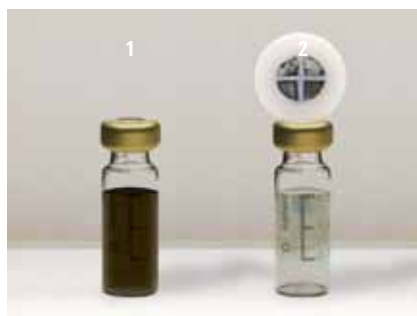

Рис. 2. Фильтрация раствора саженепополненного полиэтилена: 1 — без фильтрования, 2 — после фильтрования с использованием стекловолоконного фильтра 1 мкм
Фильтрование проб полиолефинов часто требуется для удаления нерастворимых наполнителей или гелевого содержимого (рис. 2). На выбор предлагается два типа фильтрующих элементов.
- Стекловолокно (номинальная пористость 1 мкм) — предпочтительная система для большинства областей применения (рис. 2)